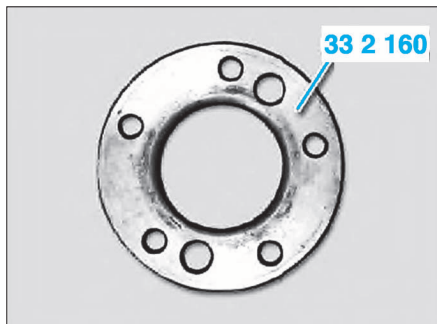

FIG. 10
OUTILLAGE SPÉCIFIQUE (FIG.10 à 16)
- Pour éviter d'endommager le pare-poussière, utiliser après la dépose du disque de frein l'outil 33 2 160 pour chasser et emmancher le demi-arbre de roue (Fig.10). Le bord intérieur courbe de l'outil 33 2 160 doit être orienté vers le moyeu.